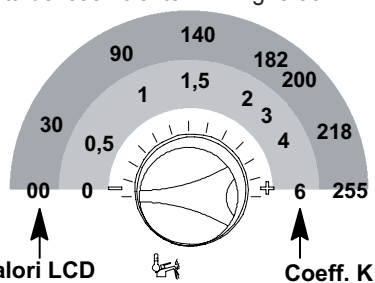

Fig. 5.62
- Impostare il valore ruotando la manopola in Fig. 5.62 da un minimo di **30** (la sequenza **P15** si alterna **30**)